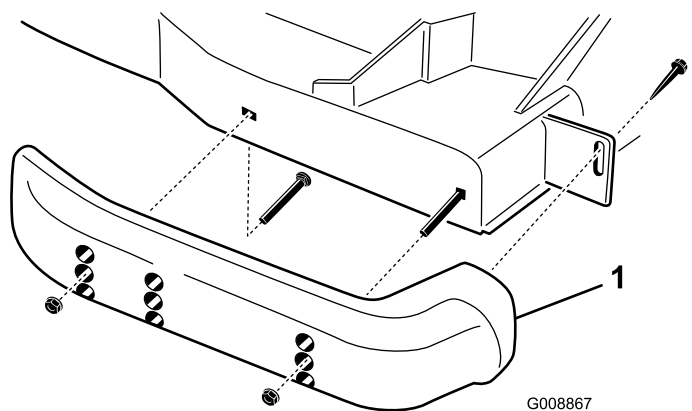

Рисунок 25
2. Снимите с каждого полоза болты с буртиком и гайки (Рисунок 25).
1. Отпустите передний винт каждого полоза (Рисунок 25).